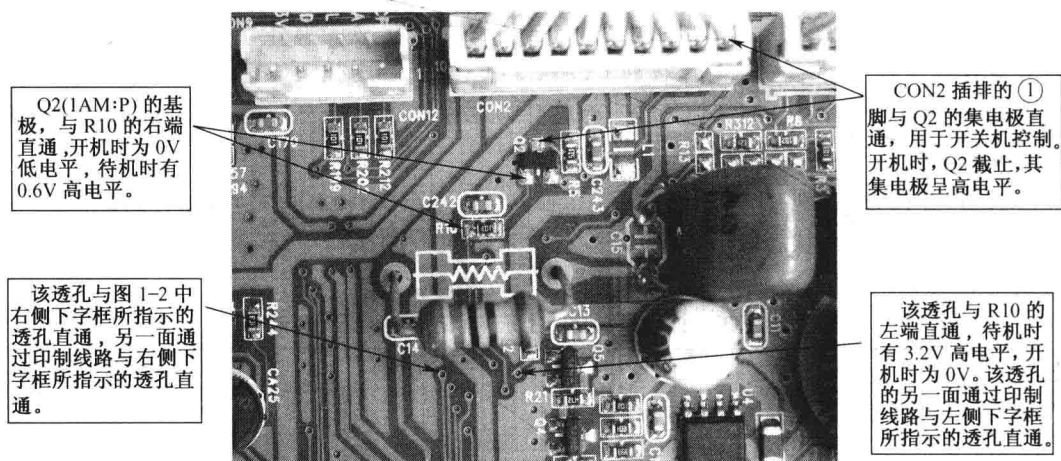
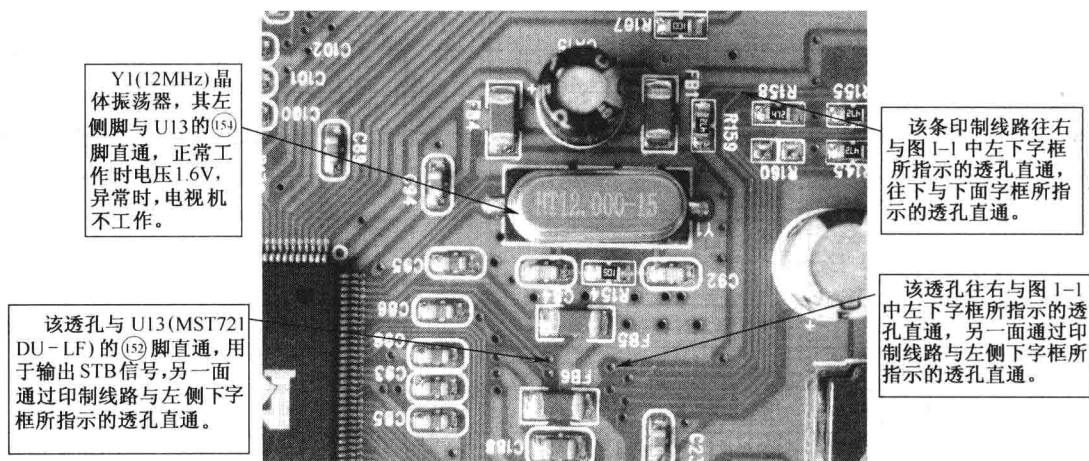
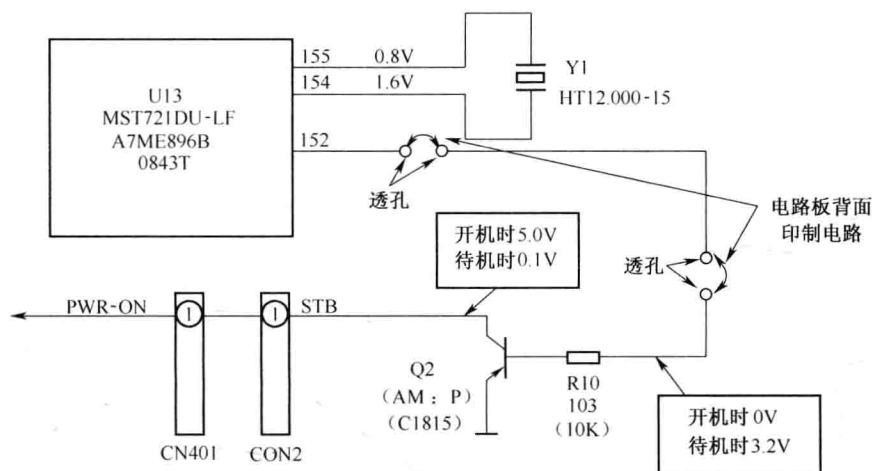

图 1-1 长虹 LT32710 机型中待机控制接口元件实物组装图
图 1-2 长虹 LT32710 机型中待机控制输出线路实物图
图 1-3 长虹 LT32710 机型中待机控制接口电路原理图
开机后,经检查,发现 CON2 的①脚电压在 0.1V 左右微抖动,正常开机时应为 5.0V,说明该电视机处于待机保护状态,维修时应先注意检查待机控制接口电路,其实物元件组装及印制输出线路如图 1-1 和图 1-2 所示,电路原理如图 1-3 所示。
图 1-3 中, U13(MST721DU-LF) 是一种多功能贴片式集成电路, 其⑫脚用于电源开关控制。当⑫脚输出 0V 低电平时, 通过透孔连接线使 Q2 截止, CON2(CN401)的①脚输出 5.0V 高电平, 整机进入正常工作状态; 当⑫脚输出 3.2V 高电平时, Q2 导通, CON2(CN401)的①脚被钳位于 0.1V 低电平, 整机处于待机状态。
小结: 图 1-1 中, Q2 是一种型号为“1AM:P”的贴片式 NPN 型小功率晶体管, 损坏时可用 2SC1815 分立式晶体管代换, 但要注意极性不能接错。